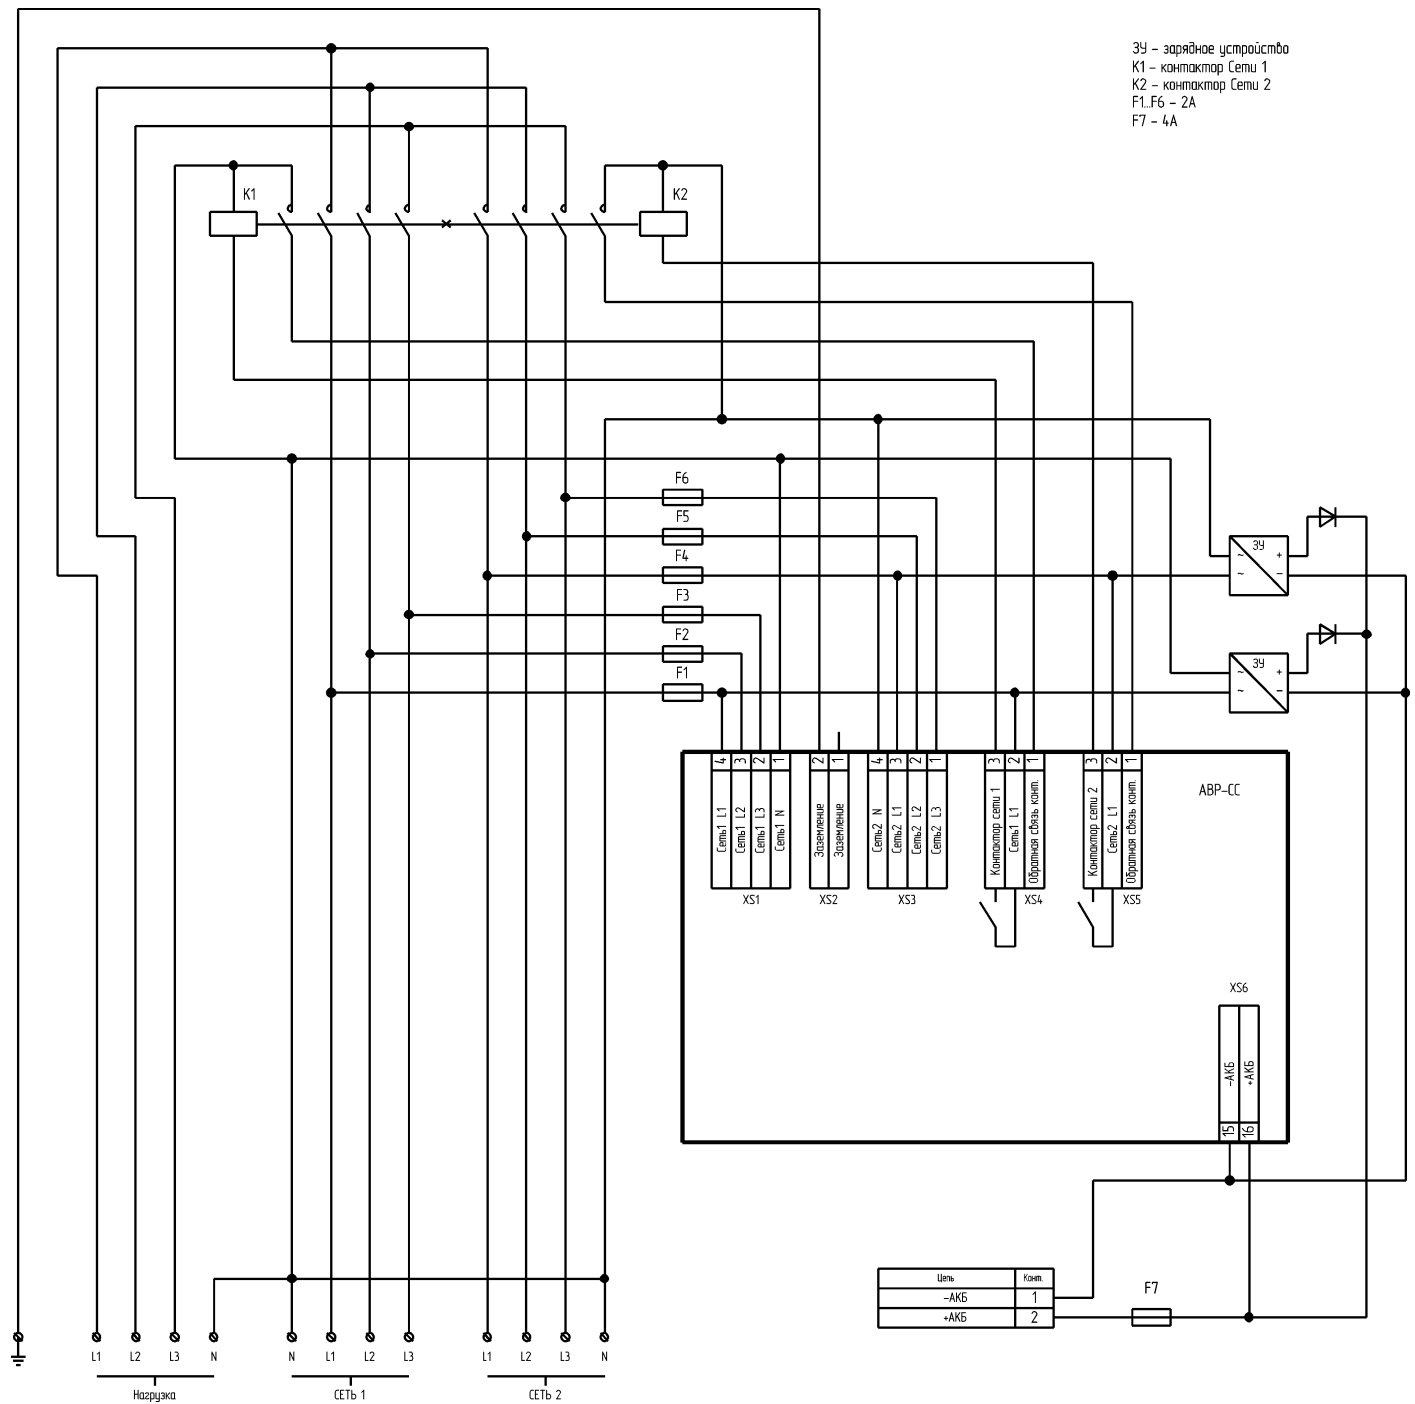

Рис. 6.2. Схема подключения АВР-СС для конфигурации АВР33 с общим нейтральным проводом
6.2.1 Разъёмы XS1 - XS7 для подключения контроллера расположены с двух сторон корпуса контроллера (рис. 6.1). Назначение контактов разъёмов представлено в табл. 6.1 - 6.7. Подключение внешних электрических цепей к контроллеру осуществляется согласно рекомендуемым схемам подключения (рис. 6.2 - 6.4). Обязательно при подключении используйте предохранители, указанные на схемах. Подключения к разъёмам XS1 - XS5 обязательно должны выполняться отдельными кабелями. Для нормальной работы функции контроля обрыва нейтрального провода должно быть подключено заземление к разъёму XS2. **Подключение заземления к разъёму XS2 не выполняет функции электробезопасности!**